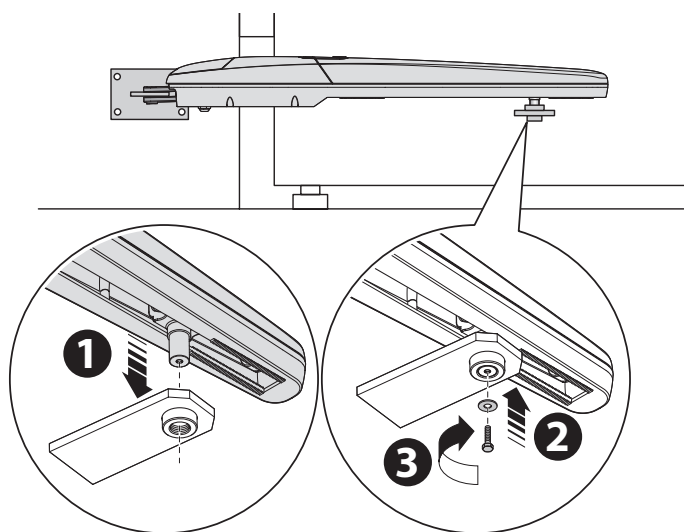

Fig. 7
01. Fissare il motoriduttore alla staffa come mostrato in fig. 7 utilizzando la vite e la rondella in dotazione;